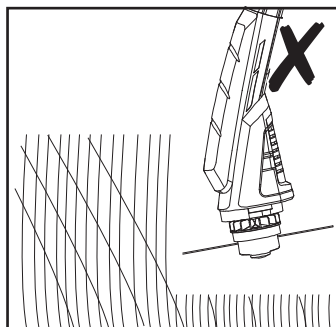

Rys. 8
4. Trzymać głowicę do przycinania (10) tuż nad ziemią pod kątem około 30° (rys. 8).